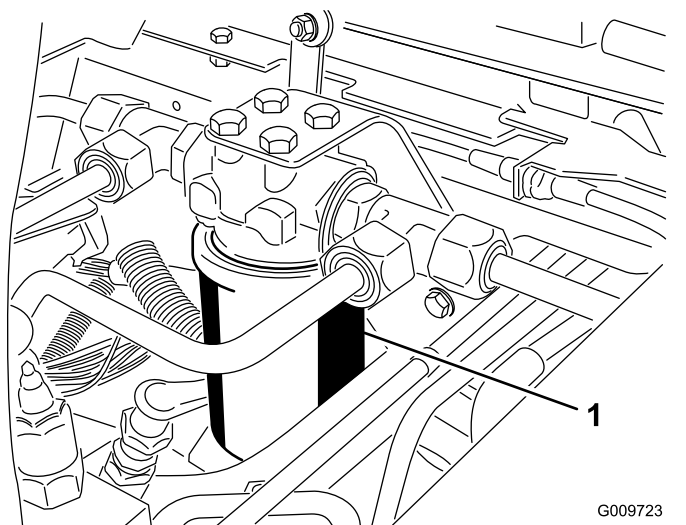
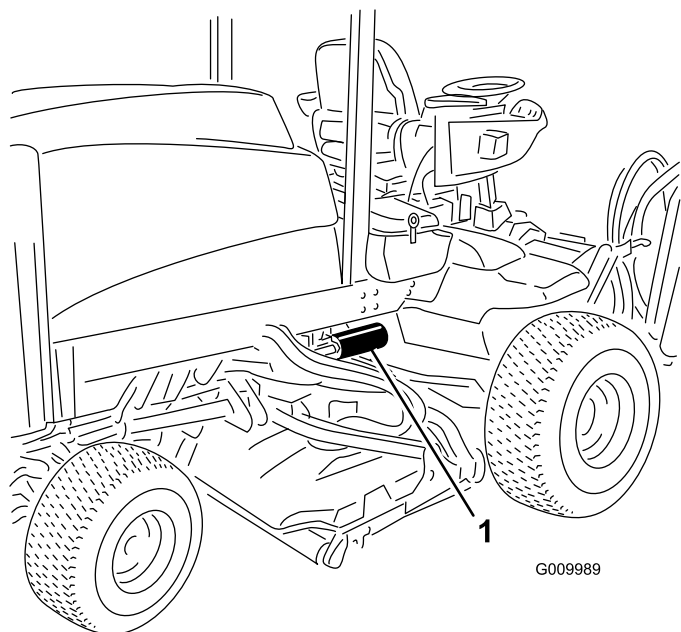

図 60
図 61
3. フィルタ 図 60 と 図 61 の取り付け部周辺をきれいにふき、下に廃油受けを用意し、フィルタを外す。